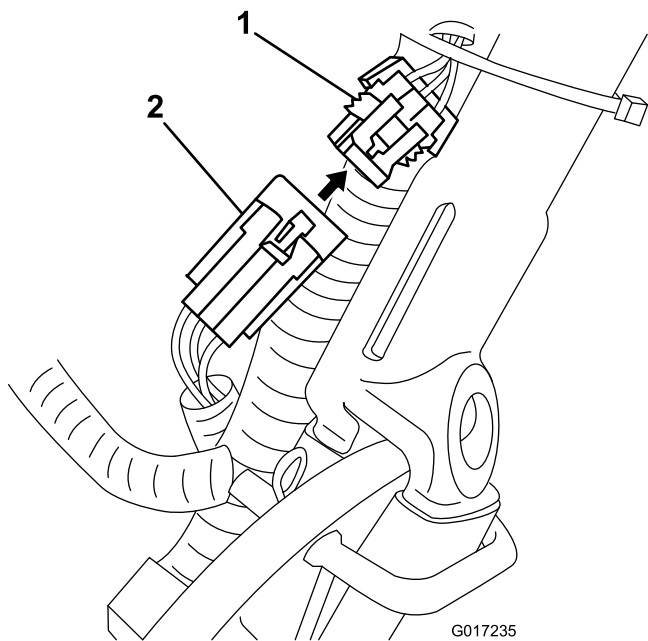

图15
14. 将电池组到机器的线束布置到机器左侧主线束的下后方将线束上的小型 6 针接头连接到图15所示主线束上的匹配接头上。